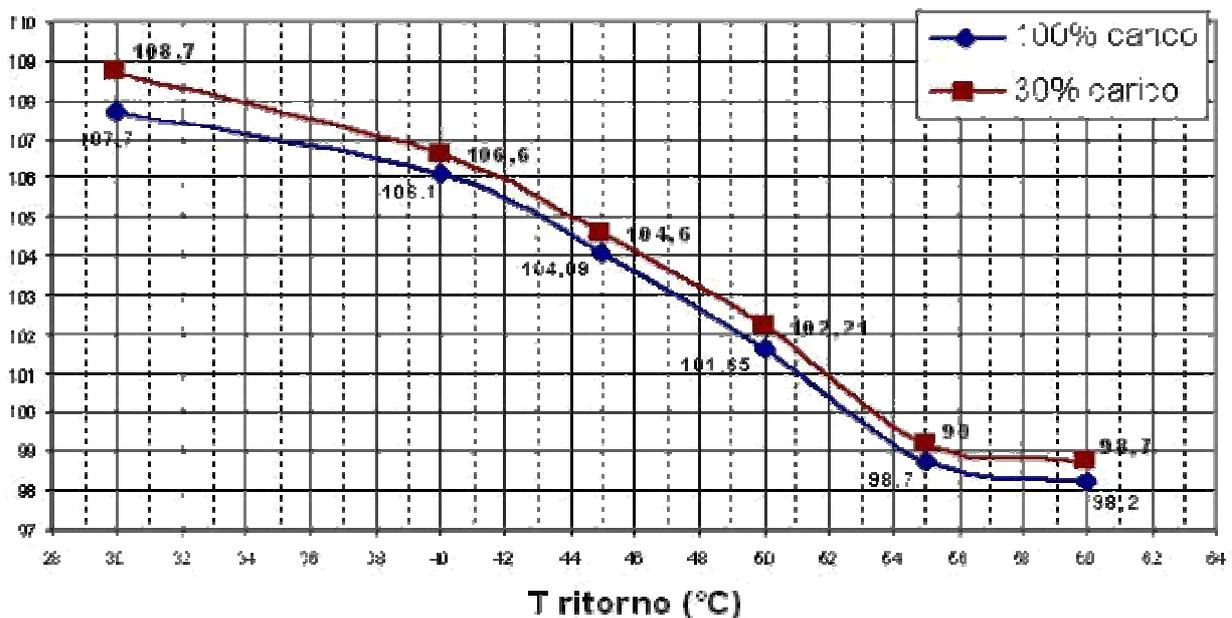

Figura 2: grafico del rendimento in funzione della temperatura di ritorno del fluido (°C), al 100% e 30% del carico.
- Scambiatore a condensazione in acciaio inox lato fumi e lega di rame lato acqua, con rendimento fino al 108.7% (vedi Figura 2);